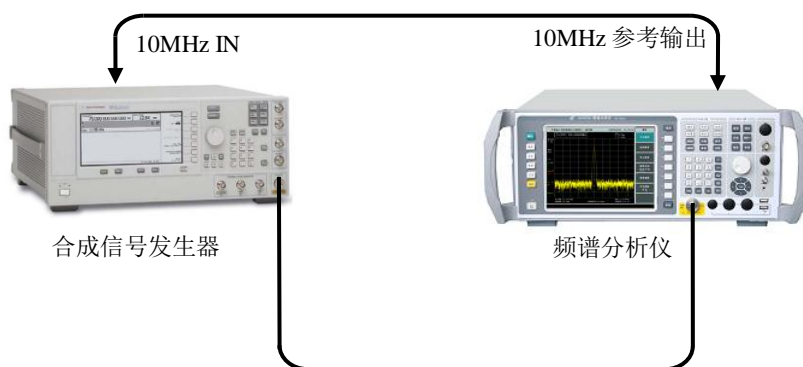

图 6-5 分辨率带宽转换不确定度测试设置
- 1) 如图 6-5 连接设备。频谱分析仪为 E8254A 提供频率参考。